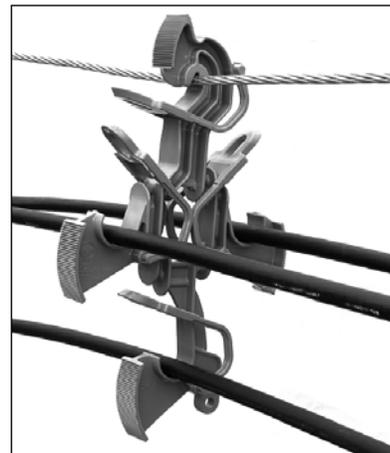

Figura 2
2.00 Vire o Espaçador e posicione o berço superior no cabo mensageiro. (a garra deve ser posicionada para frente, conforme mostra a foto). Posicione os condutores cobertos em seus respectivos berços. (Figura 2).